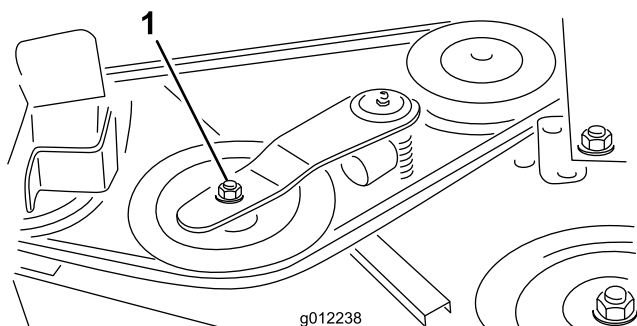
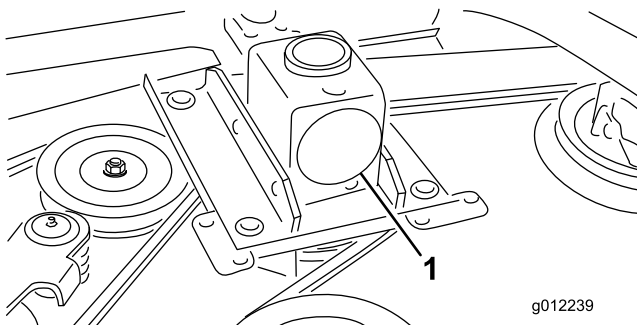

Figura 30
Figura 31
2. Utilizando uma chave de aperto ou ferramenta semelhante, afaste a polia intermédia (Figura 30) da correia da transmissão para libertar a tensão da correia e permitir que esta saia das polias da caixa de engrenagens (Figura 31).